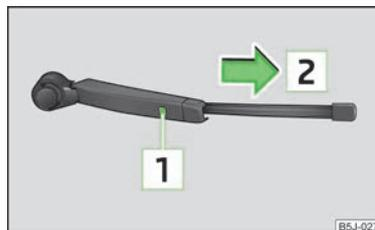

Abb. 34
- › Den Scheibenwischerarm von der Scheibe abklappen und das Scheibenwischerblatt rechtwinklig zum Wischerarm stellen » Abb. 34.